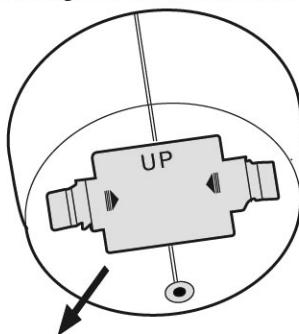

Figure 5
1. Appuyez sur une « languette » du compartiment à piles dans le sens de la flèche puis retirez le couvercle (Figure 5).